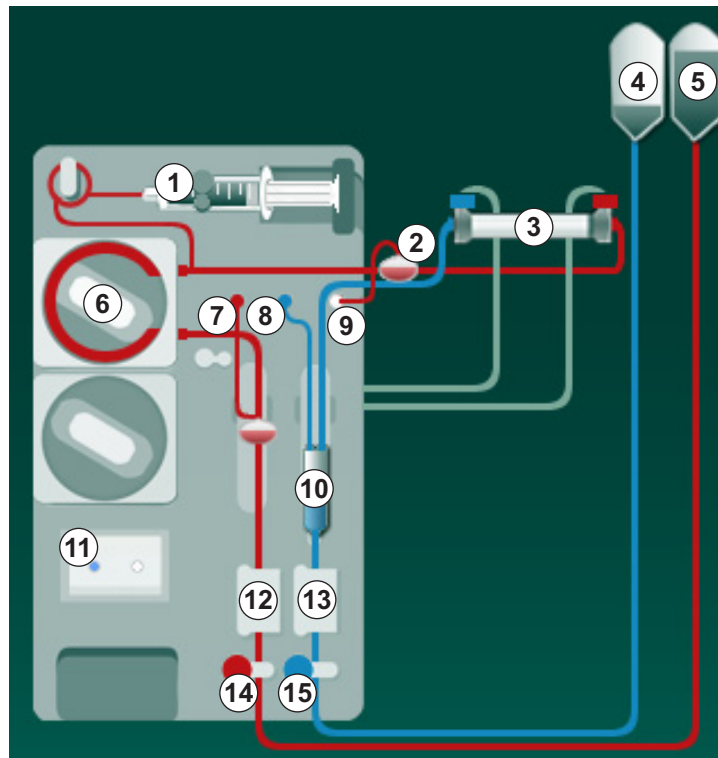

Abb. 5-8 Einlegen des Blutschlauchsystems für das Vorbereiten mit Beuteln
- ### 2. Dialysatorkupplungen von der Spülbrücke abnehmen und am Dialysator (Abb. 5-8 Einlegen des Blutschlauchsystems für das Vorbereiten mit Beuteln (102), ③) anschließen, wenn das Gerät dazu auffordert. Farbcodierung beachten: